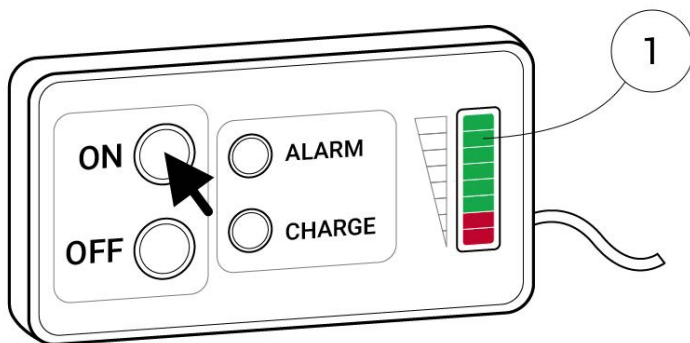

Рисунок 7. Включение Накопителя
После зарядки отключите Накопитель от ЗУ и подключите к нему разъем питания транспортного средства. Индикатор состояния (рис. 7) Накопителя разместите в удобном для водителя месте, нажмите кнопку «ON» (включено). При отсутствии ошибок Накопитель включится и отобразится уровень заряда Накопителя (1). В противном случае силовой разъем Накопителя будет обесточен.